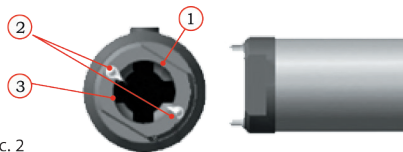

Рис. 2
1.3.2 В торце рабочей части корпуса находятся (Рис. 2):
- диэлектрическая головка (1) с электродами (2);